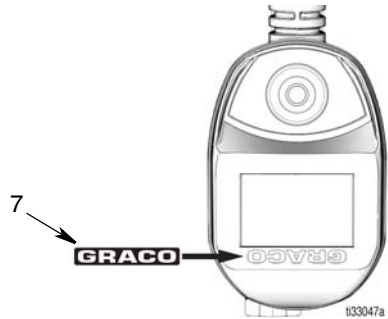

FIG. 4
4. Montare l'etichetta identificativa Graco (7) sull'etichetta identificativa GRACO esistente con l'orientamento mostrato in FIG. 4.